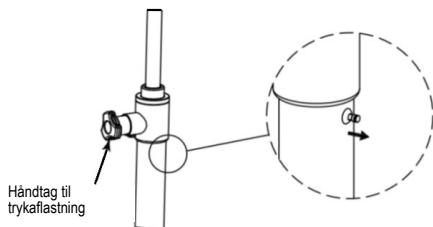

Fig. 5
- Kran ned ad bakke: Drej trykudløserhåndtaget mod uret (fig. 5), slip håndtaget, og overtryksventilen lukker automatisk.